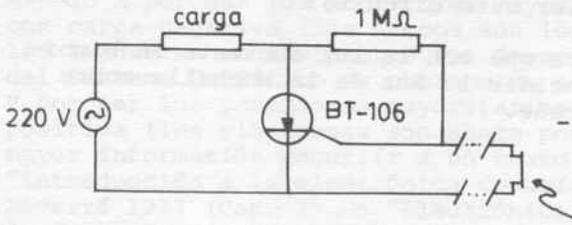

Fig. 74
P.3.- Montar el circuito adjunto (fig.74), teniendo en cuenta que la carga, en este caso, está constituida por una bombilla de 220 V, 15 W.
P.4.- En el circuito anterior (fig.74) sustituir la regleta de cortocircuito por la cajetilla que contiene la LDR semiabierto. Pasar la mano por delante de ella. Explicar lo que sucede.